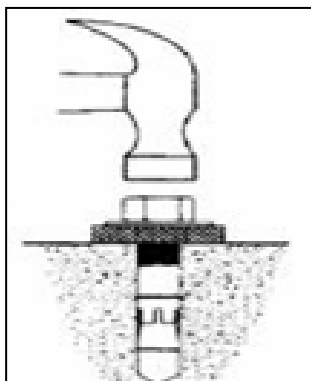

Figure 19
- Utilisez un marteau léger pour placer les boulons dans les trous (l'arrêt central des boulons d'ancrage ne doit pas être installé, ce doit être fait seulement après l'alignement de la machine) (figure 19).
- Si une inégalité des plates-formes est le résultat d'une inégalité générale, compenser la différence avec un bloc en fer (figure 19).